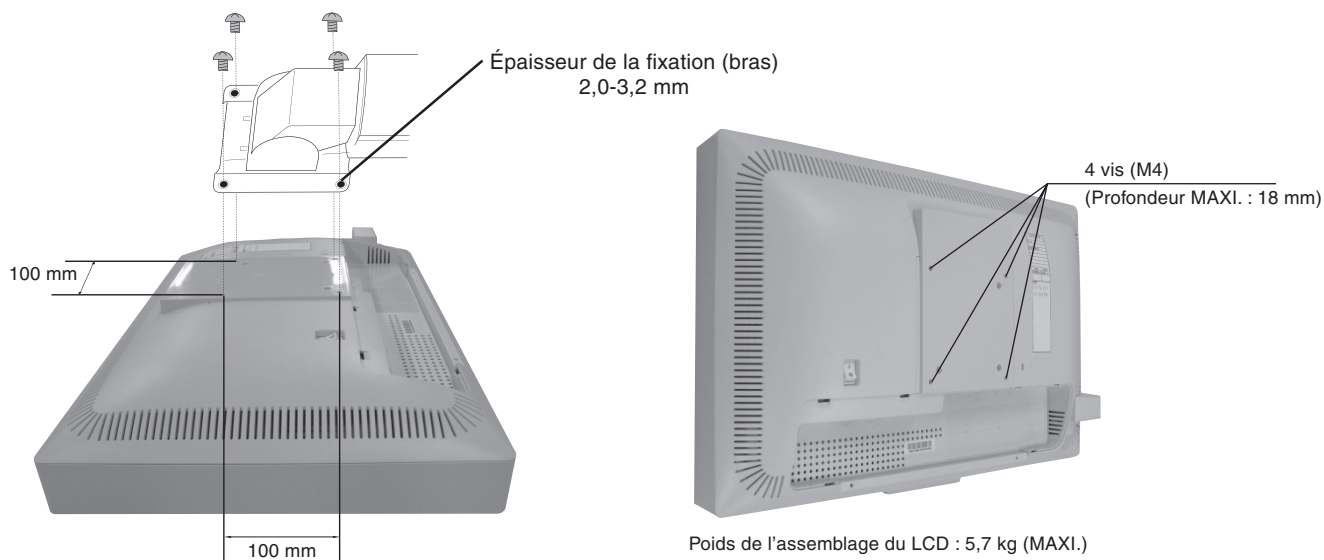

Figure F.1
2. À l'aide des 4 vis de fixation du support, fixez le bras au moniteur (**Figure F.1**).